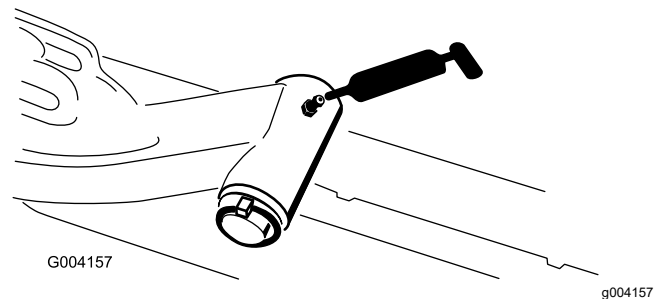

Figure 42
- Axe de pivot des bras de levage (x1) – Figure 42